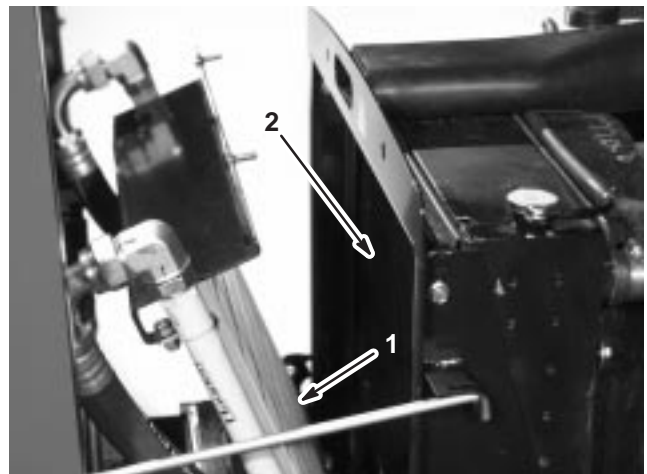

Figure 54
3. Basculez le refroidisseur d'huile en arrière. Nettoyez soigneusement les deux côtés du refroidisseur et du radiateur (Fig. 54) à l'air comprimé.